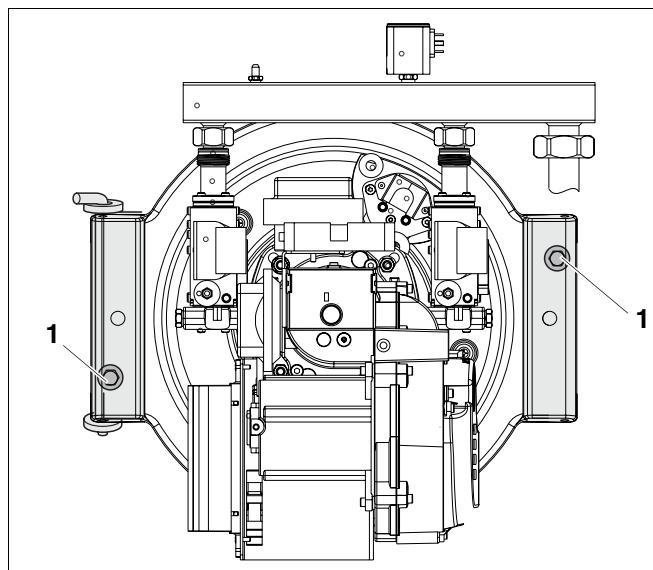

Fig. 10 Fermeture et vissage de la porte du brûleur
- Fermez la porte du brûleur et serrez les vis de fixation sur la chaudière à un couple de 10 à 15 Nm (fig. 10, pos. 1).